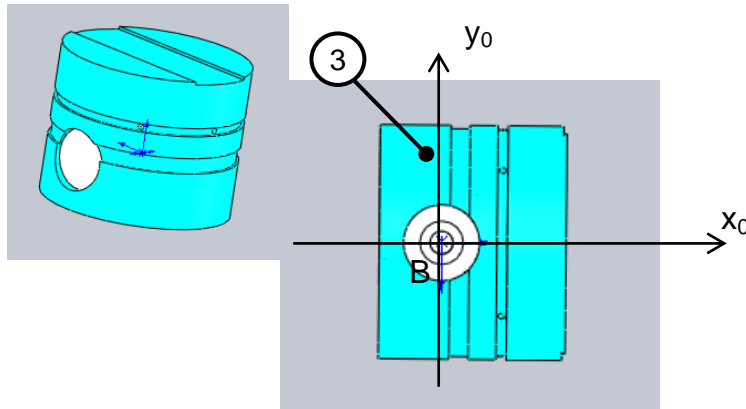

Figure 4
La figure 4 correspond à une représentation volumique du piston (3).